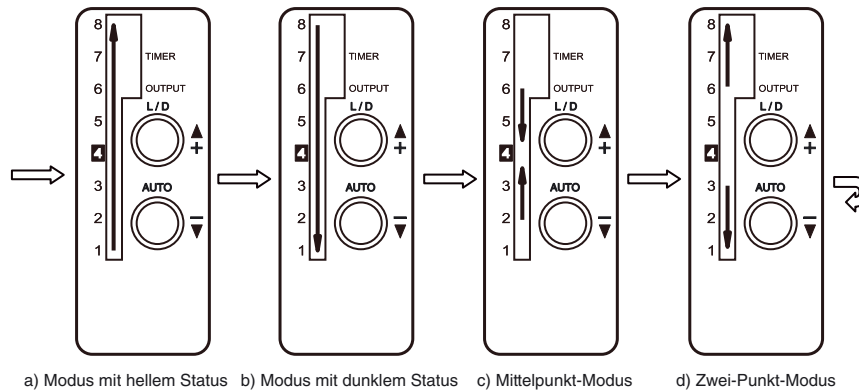

Abbildung 1. LED-Blinksequenz für Modi für die automatische Teach-In-Programmierung
2) Halten Sie die Taste „AUTO“ gedrückt, und drücken Sie wiederholt auf die Taste "+", um durch die vier verfügbaren Modi für die automatische Teach-In-Programmierung zu blättern. Die Richtung der blinkenden Kontrastanzeige-LEDs (nummeriert von 1 bis 8) gibt den aktuellen Modus für die automatische Teach-In-Programmierung an (siehe Abbildung 1). Sobald der gewünschte Modus angezeigt wird, lassen Sie die Taste AUTO los. Beschreibungen der vier Modi für die automatische Teach-In-Programmierung sind unten aufgeführt.